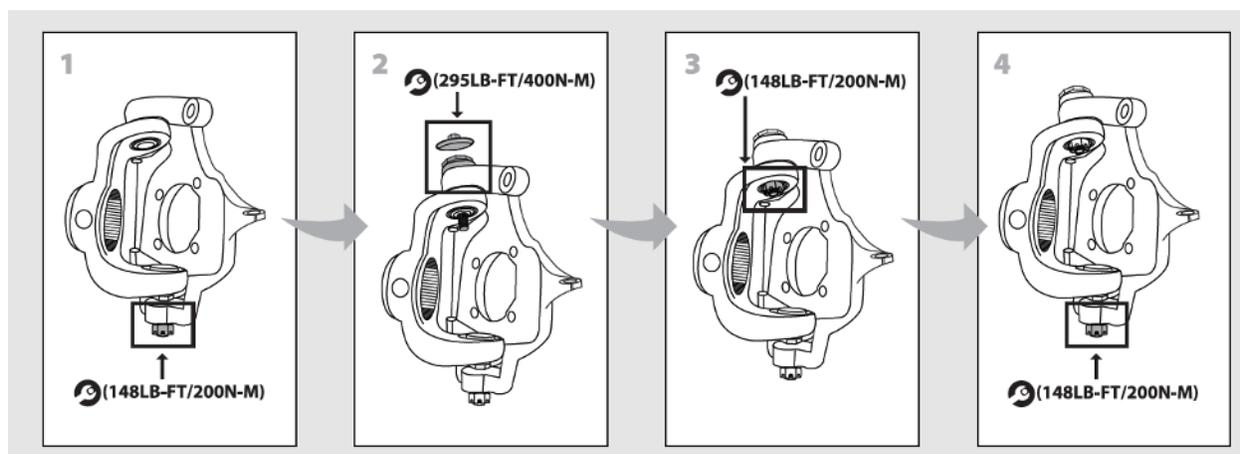

Figure 3
- Veiller à respecter la séquence de serrage indiquée ci-dessous et sur la **Figure 3.** Il est recommandé d'effectuer cette séquence avec la fusée d'essieu en position droite. Cela permet de s'assurer que la fusée d'essieu est correctement alignée sur l'assemblage de l'essieu.